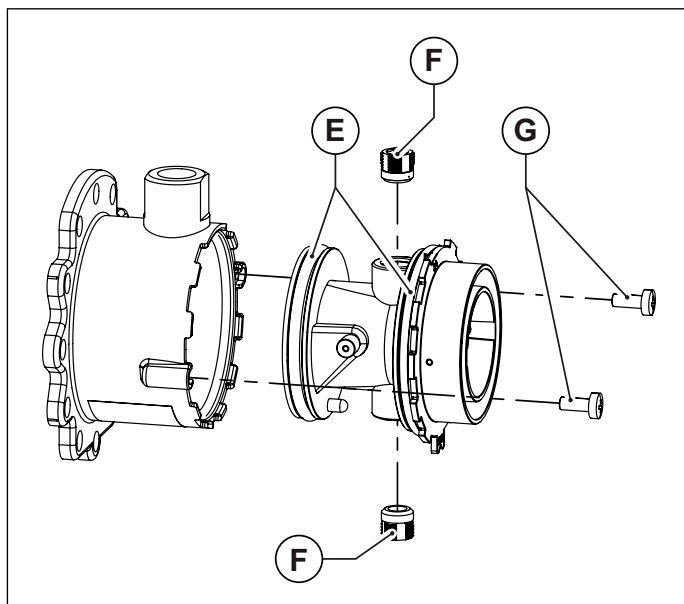

Fig. 28 Corpo in plastica del miscelatore
- Sfilare il corpo in plastica del miscelatore, svitando le due viti di fissaggio (vedi Fig. 28 Corpo in plastica del miscelatore).
- Svitare i due ugelli del miscelatore utilizzando una chiave a brugola da 6 mm (vedi Fig. 28 Corpo in plastica del miscelatore).
- Rimontare il corpo in plastica (Venturi) inserendolo nel miscelatore e avvitandolo con le viti di fissaggio, avendo cura di non danneggiare le guarnizioni o-ring che sono montate agli estremi del corpo in plastica (vedi Fig. 28 Corpo in plastica del miscelatore) e di rispettare l'orientamento di montaggio (vedi Fig. 29 Orientamento di montaggio).
- Montare il mixer riassembleto al ventilatore con le viti a brugola, avendo cura di riposizionare, fra mixer e ventilatore, l'o-ring di tenuta (vedi Fig. 28 Corpo in plastica del miscelatore).